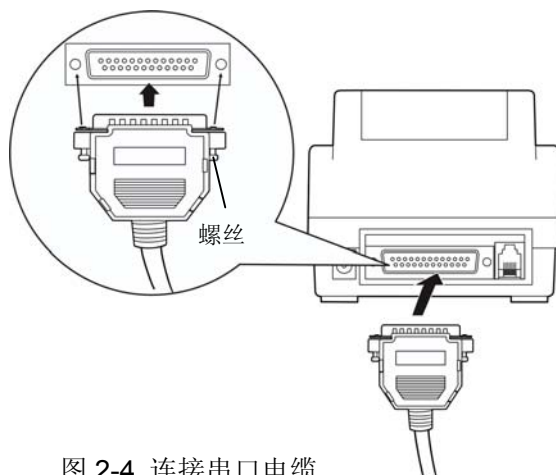

图 2-4 连接串口电缆
1. 确保主机与打印机处于断电状态后，将串行接口电缆的插头插进打印机的串行接口，拧紧插头两侧的螺丝，使插头固定。如图 2-4 所示：